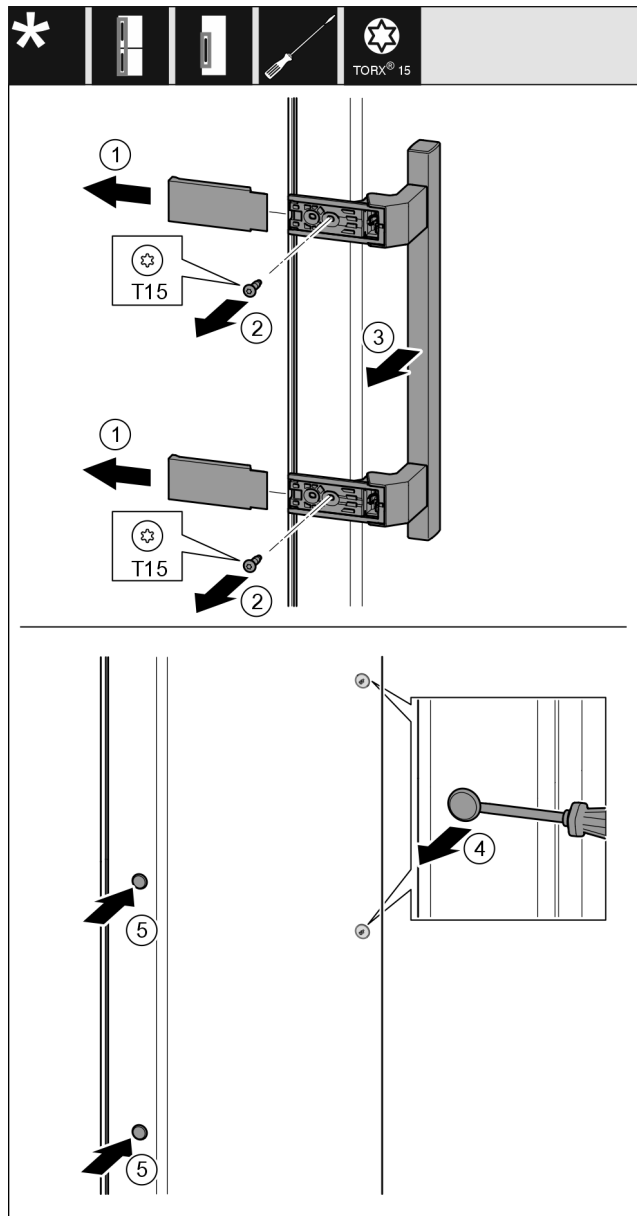

Fig. 19
- ▶ Îndepărtați capacul Fig. 19 (1).
- ▶ Demontați șuruburile Fig. 19 (2) cu șurubelnița.
- ▶ Îndepărtați mânerul Fig. 19 (3).
- ▶ Ridicați cu precauție dopul lateral Fig. 19 (4) cu o șurubelniță plată și extrageți-l.
- ▶ Introduceți dopul Fig. 19 (5) pe partea opusă.